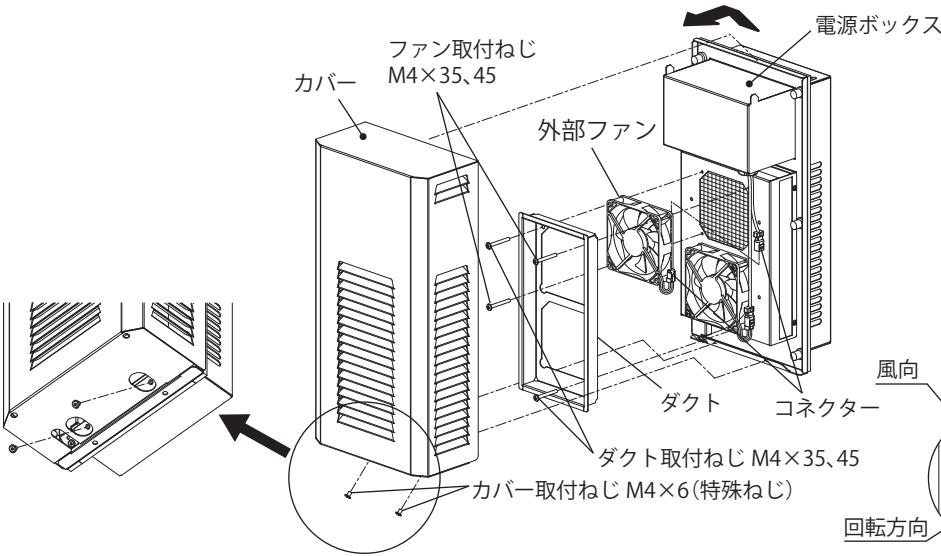

図 9 外部ファン交換方法
- 1. 付属のL型レンチ(ヘキサロビュラ No.8 用)によりカバー取付ねじ(特殊ねじ)を外し、カバーを取り外してください。(図 9)